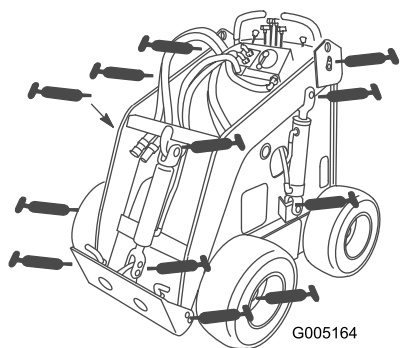
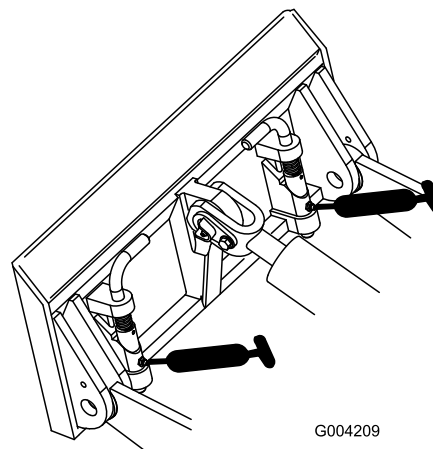

Рисунок 17
Рисунок 18
3. Присоедините к каждой масленке шприц для нагнетания консистентной смазки (Рисунок 17 и Рисунок 18).